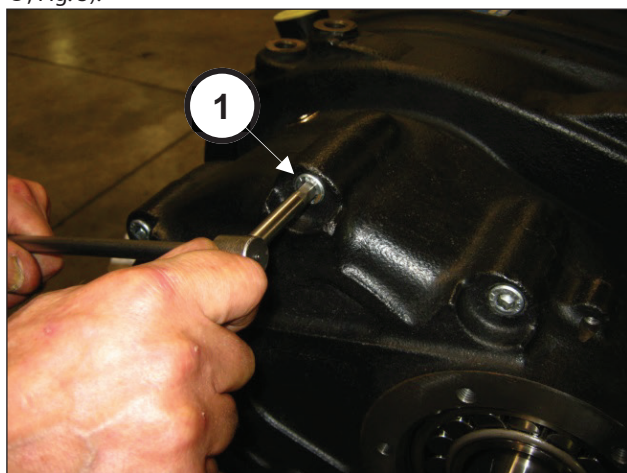

Fig. 5
Desaperte os parafusos de fixação da tampa do redutor (pos. ①, Fig. 5).